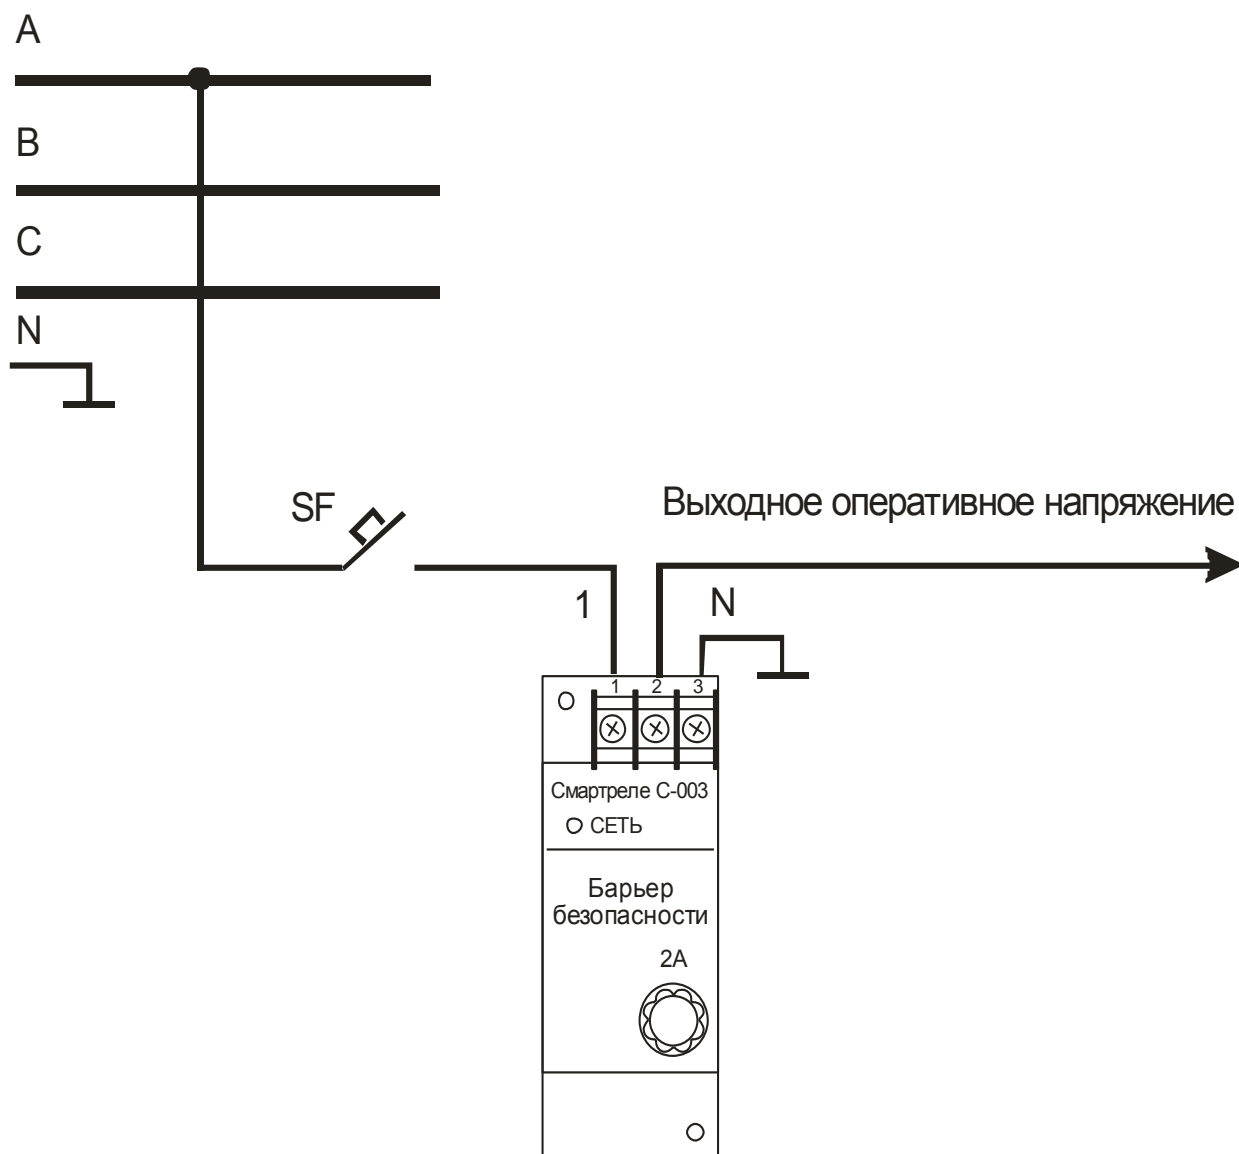

Рисунок 2 - схема включения барьера Смартреле с-003 в цепь оперативного напряжения
- 5.2 Схема включения барьера в цепь оперативного напряжения показана на рис.2.
7.2. Подключение барьера производится в соответствии со схемой рис. 2.